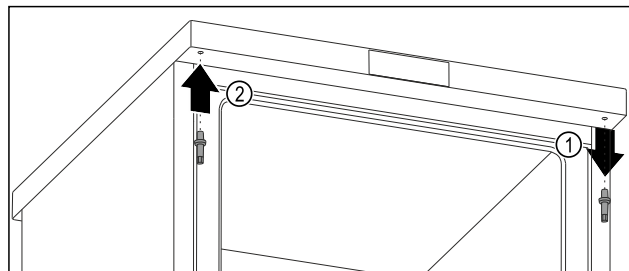

Fig. 14
- Dévisser l'axe supérieur avec une clé mâle coudée pour vis à six pans creux. Fig. 14 (1)
- Serrer l'axe du côté opposé avec une clé mâle coudée pour vis à six pans creux. Fig. 14 (2)